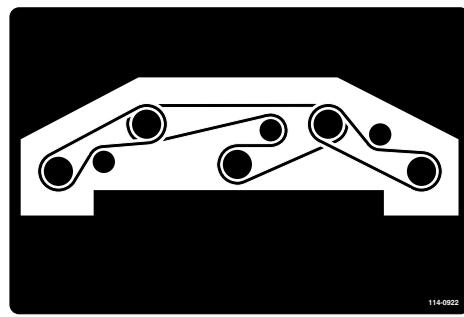

Figura 126
8. Coloque a nova correia nas polias e na estrutura da polia intermédia (Figura 126).